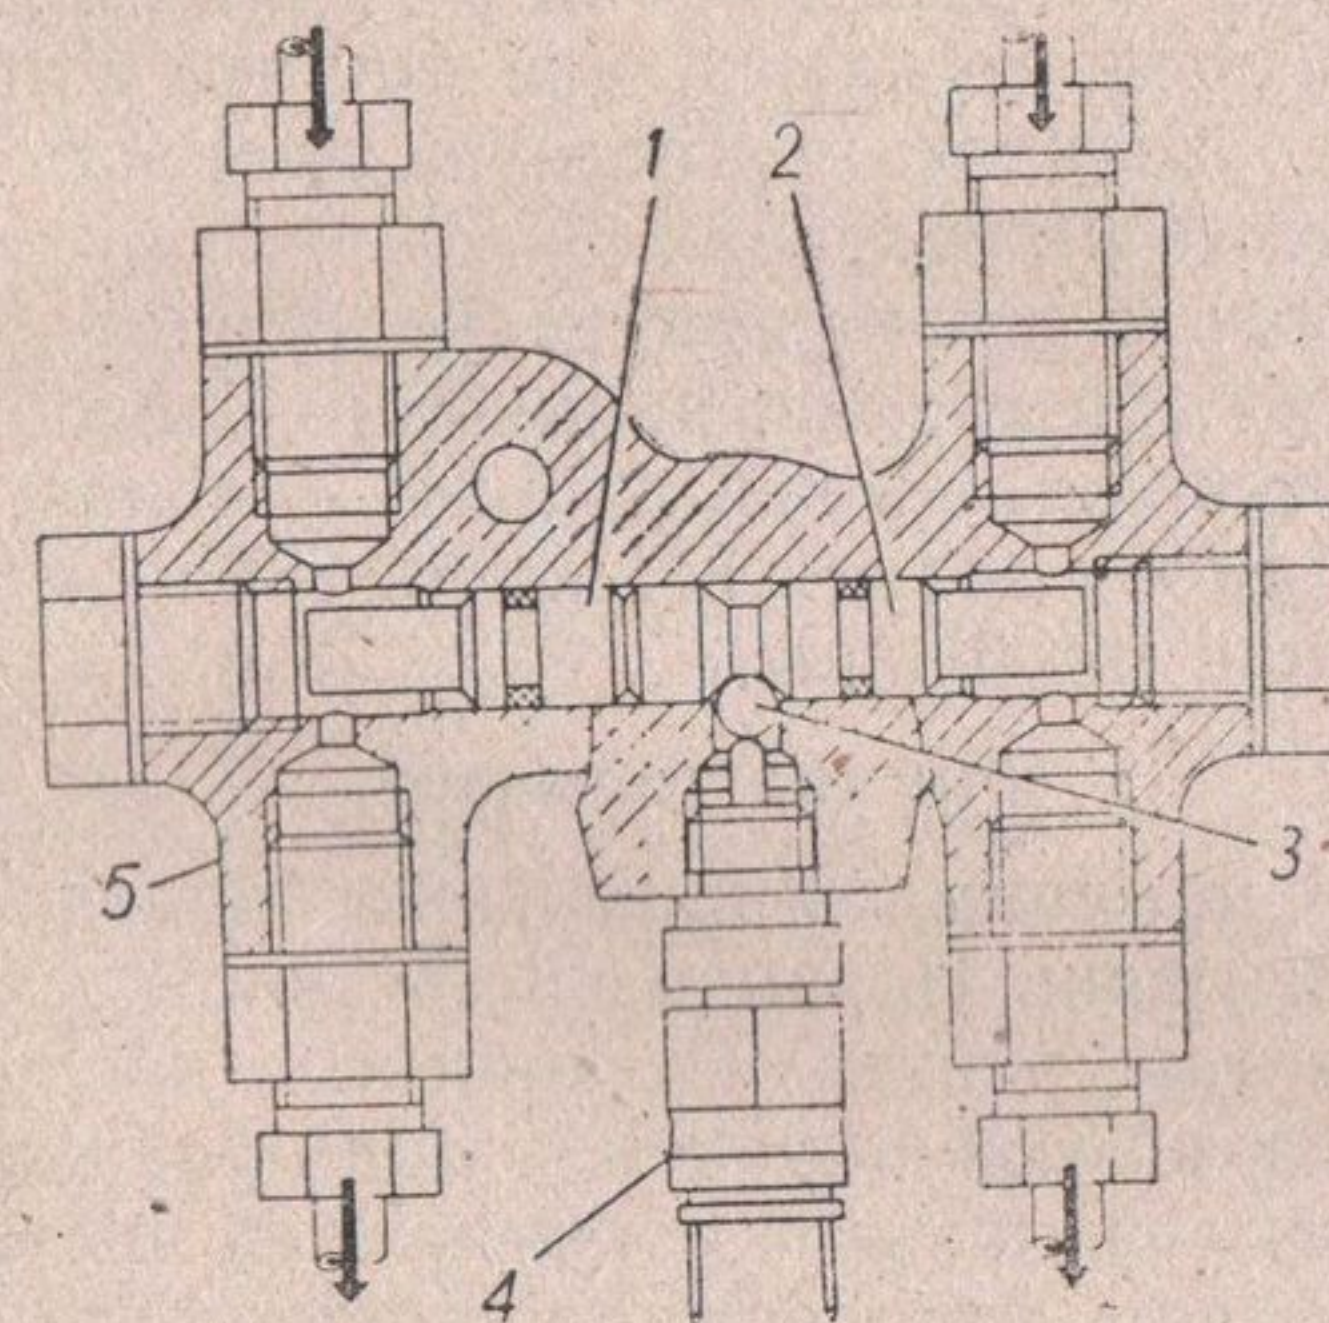

Рис. 31. Сигнальное устройство:
**Сигнальное устройство** (рис. 31) срабатывает при выходе из строя одного из контуров гидропривода. В этом случае при первом же нажатии на педаль тормоза поршни 1 и 2 перемещаются в сторону меньшего давления. Шарик 3 выходит из канавки, контакт датчика 4 замыкается, и на панели приборов загорается лампа красного цвета — сигнализатор.